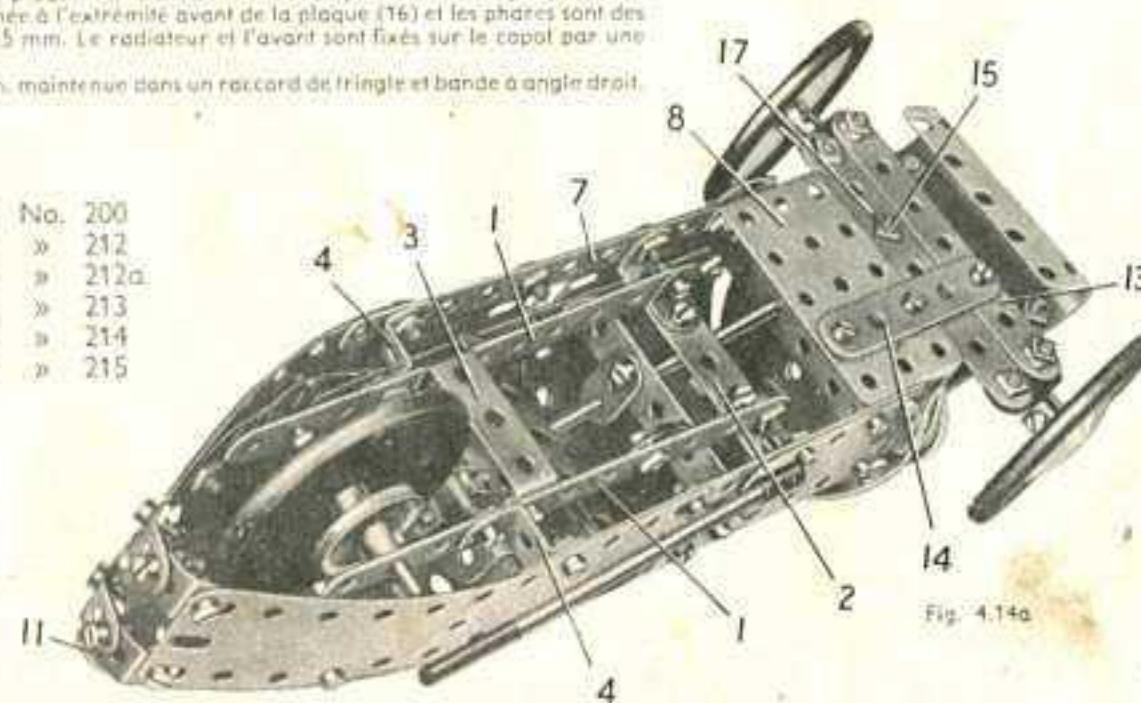

Fig. 4.14a
Le châssis de la voiture se construit en fixant deux bandes de 11 trous (1) sur une bande coulée de 60×12 mm. (2) par des équerres, et en les réunissant ensuite l'une à l'autre par une bande coulée de 38×12 mm. (3). Les rebords de la bande coulée (2) et les équerres renversées (4) servent à fixer la carrosserie sur le châssis. Chaque côté est formé d'une plaque flexible de 6×4 cm. (5) et d'une de 14×4 cm. (6) boulonnées sur une bande de 11 trous (7). Les extrémités arrière des plaques (6) sont réunies par 4 équerres à 135° disposées par paires (fig. 4.14a). Une plaque à rebords de 6×4 cm. (8) est boulonnée entre les deux côtés de la carrosserie écartée d'un trou les extrémités avant des bandes (7). Le dessus du capot est une plaque flexible de $13,5 \times 6$ cm. incurvée de façon voulue et boulonnée entre les plaques (5). Les boulons (9) et (10) qui la tiennent en place servent également à fixer des bandes coulées de 60×12 mm. entre les côtés, de façon à renforcer le capot.